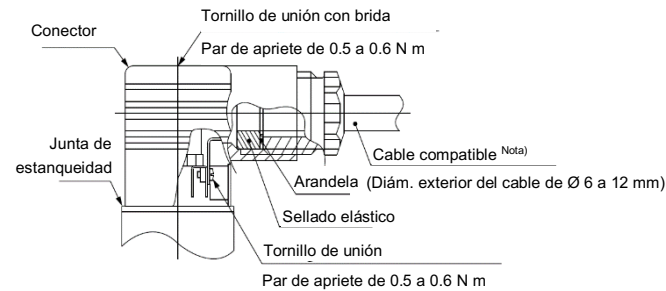

Figura 5
- Apriete los tornillos y racores conforme a la Figura 5.